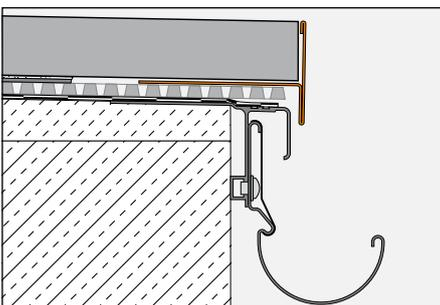

Abb. 2
- 3.2 Bei Verlegung auf TROBA-PLUS mit den Dünnbettschalungsrings (Abb. 2) Schlüter-TROBA-STELZ-DR überdeckt das Abschlussprofil BARA-RT den freien Rand der Belagskonstruktion. Dabei werden die äußeren Dünnbett-Auflegepunkte auf dem trapezförmig gelochten Befestigungsschenkel von BARA-RT positioniert. Anschließend werden die selbsttra-